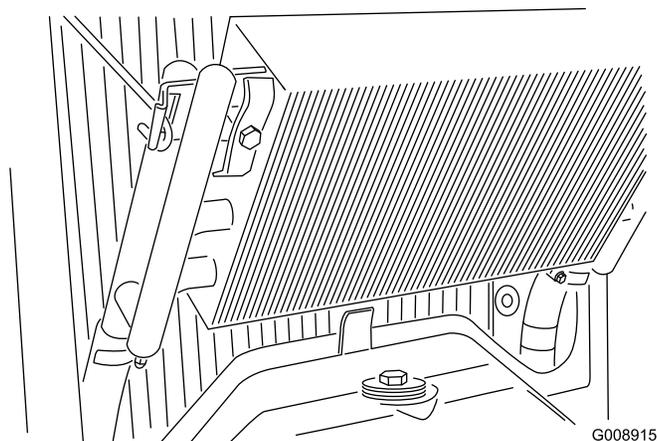

図 70
4. オイルクーラのラッチを外し、クーラーを後ろに傾ける(図 70)。